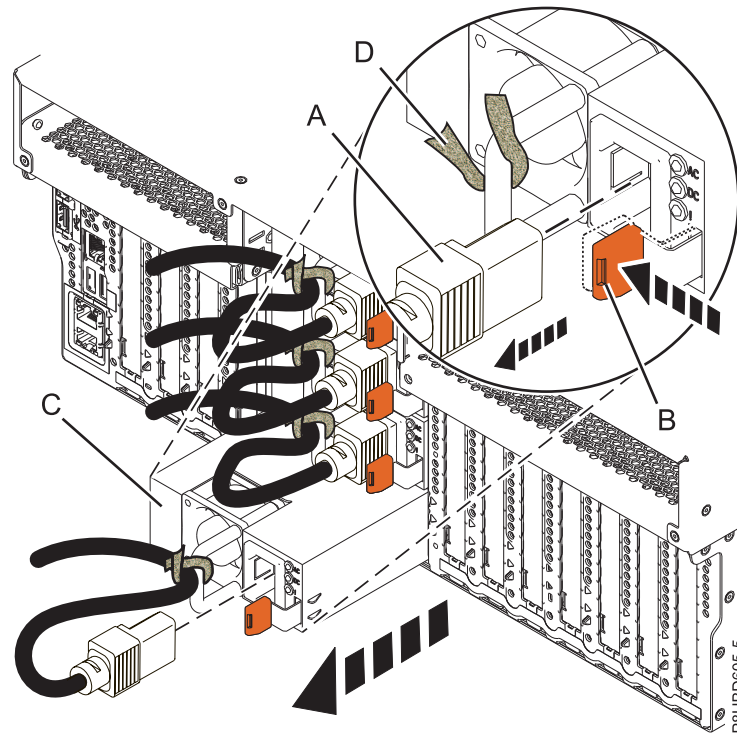
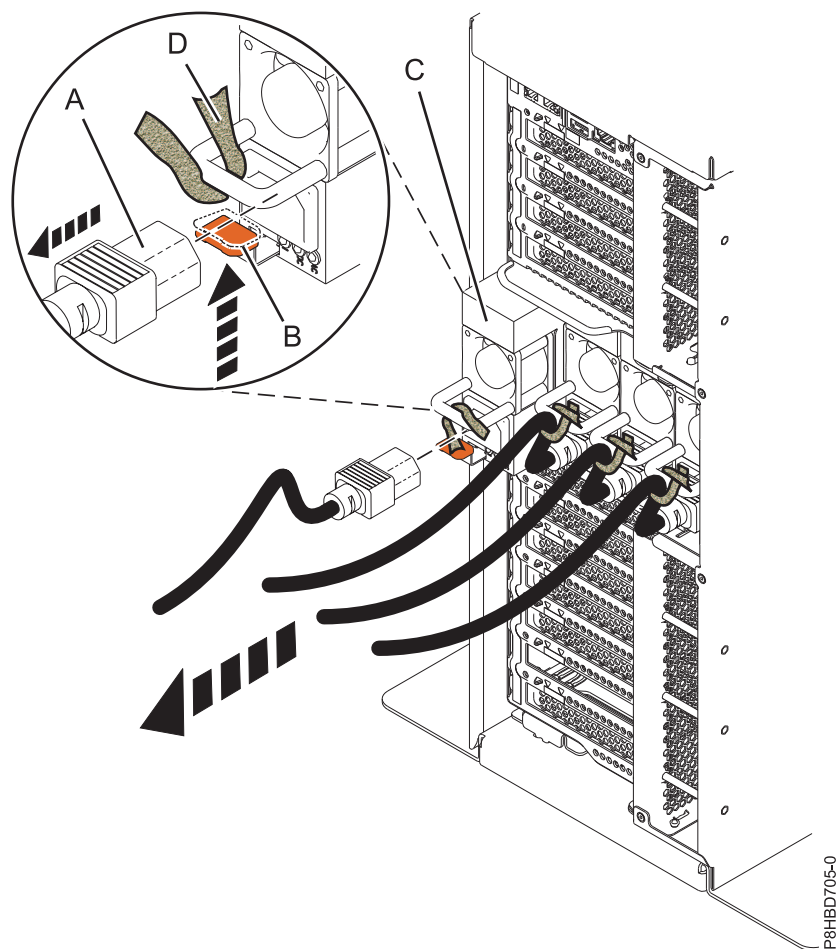

図 7. ラック・マウント型システムから電源装置を取り外す
図 8. スタンドアロン型システムから電源装置を取り外す
3. 9 ページの図 7 (ラック・マウント型システムの場合) および 10 ページの図 8 (スタンドアロン型システムの場合)電源コードにラベルを貼り、電源コードの端 (A) を、下図に示す方向に引っ張って電源装置から切り離します。
4. 図 7 (ラック・マウント型システムの場合) および 10 ページの図 8 (スタンドアロン型システムの場合)電源装置をシステム内の位置から取り外すために、テラコッタ色のロックング・タブ (B) を、図に示す方向に押します。
5. ハンドルに固定されている電源コードを解放するために、面ファスナー (D) を外して、電源コードを電源装置 (C) から取り外します。電源コードの面ファスナー (D) はそのままにしておきます。
6. 図 7 (ラック・マウント型システムの場合) および 10 ページの図 8 (スタンドアロン型システムの場合)図に示すように、電源装置 (C) を引いてシステムから外します